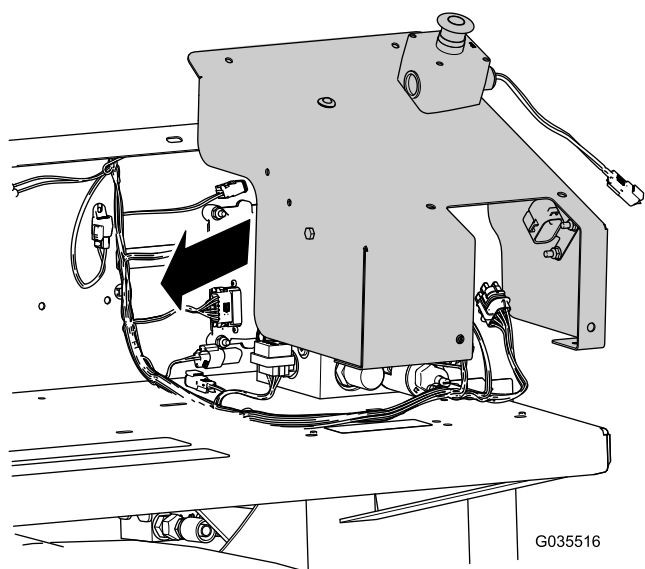

图18
- 将盖子带之前安装的继电器、保险丝盒盖、灯和电气停止按钮总成放到挡泥板罩上图18。